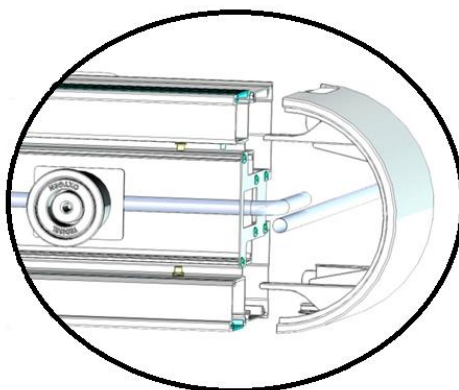

Fig.11 Raccord d'entrée pour les gaz médicaux et le vide
- Couper le tuyau ① de la tuyauterie de l'appareil et le tuyau ② correspondant au circuit de gaz en question provenant de l'installation.
- Placer le raccord en cuivre (coude) ③ en position pour relier les deux tuyaux.
- Soudez les 3 composants comme indiqué dans l'image de droite de la figure 11.